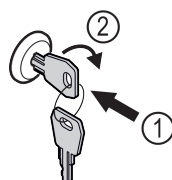

Fig. 240
- Klíč zasuněte dovnitř. Fig. 240 (1)
- Otáčejte klíčem o 90° ve směru hodinových ručiček. Fig. 240 (2)